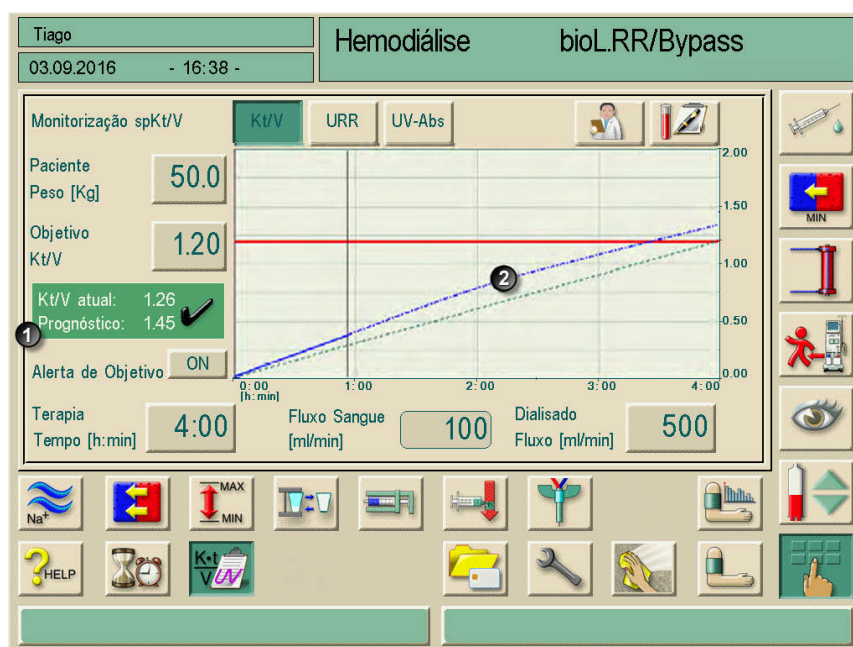

Fig. 10-12 Visualização numérica e gráfica do prognóstico
Em modo hemodiálise (HD) o usuário obtém um prognóstico do valor estimado para Kt/V ao fim da terapia. É mostrado numericamente (Fig. 10-12, 1) ou graficamente (Fig. 10-12, 2). A linha azul de progresso atual será estendida a partir do status da terapia em andamento de forma a prever o progresso da mesma. Esta função não está disponível em modo HDF ou de punção única.